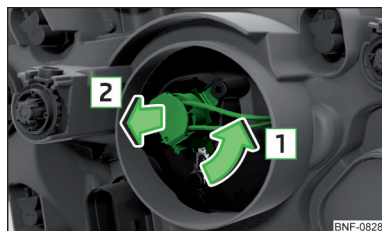

Fig. 176
- Girar el conector con la bombilla en el sentido de la flecha **1** » fig. 176.